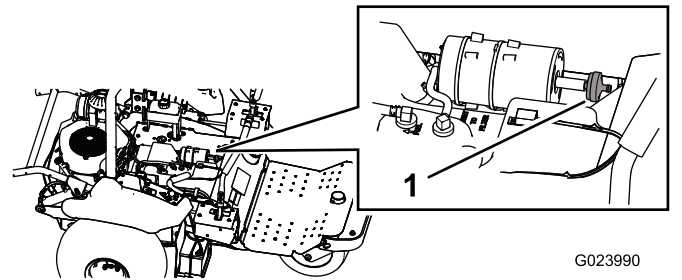

Bild 44
3. Entfernen Sie den Filter vom Aktivkohlefilter (Bild 44).